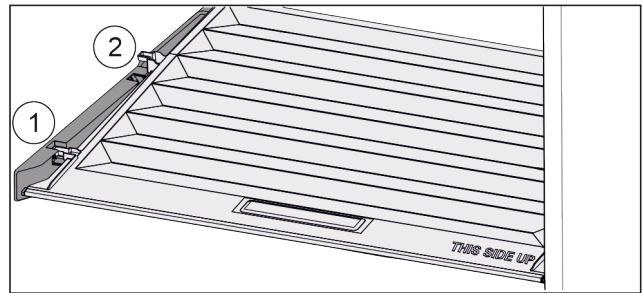

Fig. 53
- ▶ Deckel bis zur Öffnung in den Halteteilen nach vorne ziehen Fig. 53 (1).
- ▶ Hinten von unten anheben und nach oben wegnehmen Fig. 53 (2).